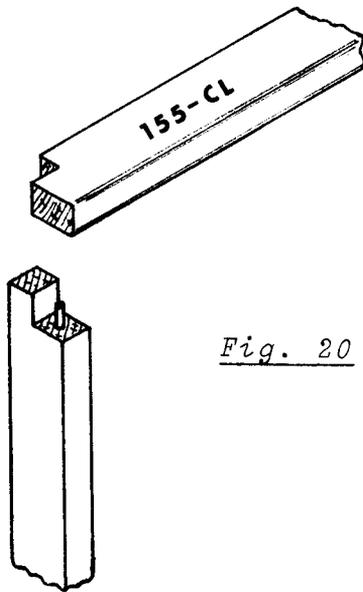

Fig. 20
7- Fixer les poitrinières 155-CL aux montants avant et arrière du métier, le côté rond en dehors, elles seront retenues par les fiches de métal. Ces poitrinières peuvent être enlevées au besoin mais prenez soin de lever les deux bouts à la fois afin de ne pas fendre les montants. (Fig. 20)
7- Place breast beams 155-CL on the front and back posts of the loom, the round edge outside. They are held in place by the steel studs and can be removed whenever necessary. When taking them off, lift both ends at the same time to prevent breakage of posts. (Fig. 20)
- 7- Fixer les poitrinières 155-CL aux montants avant et arrière du métier, le côté rond en dehors, elles seront retenues par les fiches de métal. Ces poitrinières peuvent être enlevées au besoin mais prenez soin de lever les deux bouts à la fois afin de ne pas fendre les montants. (Fig. 20)